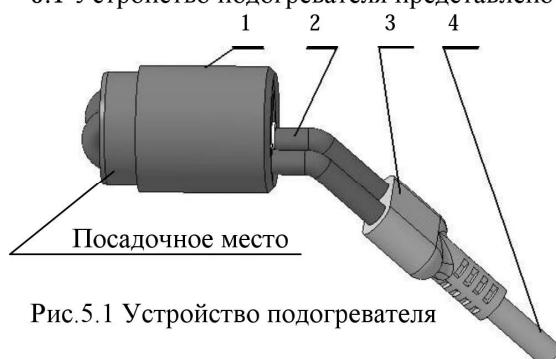

Рис.5.1 Устройство подогревателя
6.5 Нанести на посадочное место подогревателя (Рис.5.1) герметик и ударами молотка через оправку запрессовать подогреватель в гнездо, ориентируя выводы ТЭНа со шнуром вниз. При запрессовке не допускать перекосов корпуса подогревателя (Рис.6.5а).